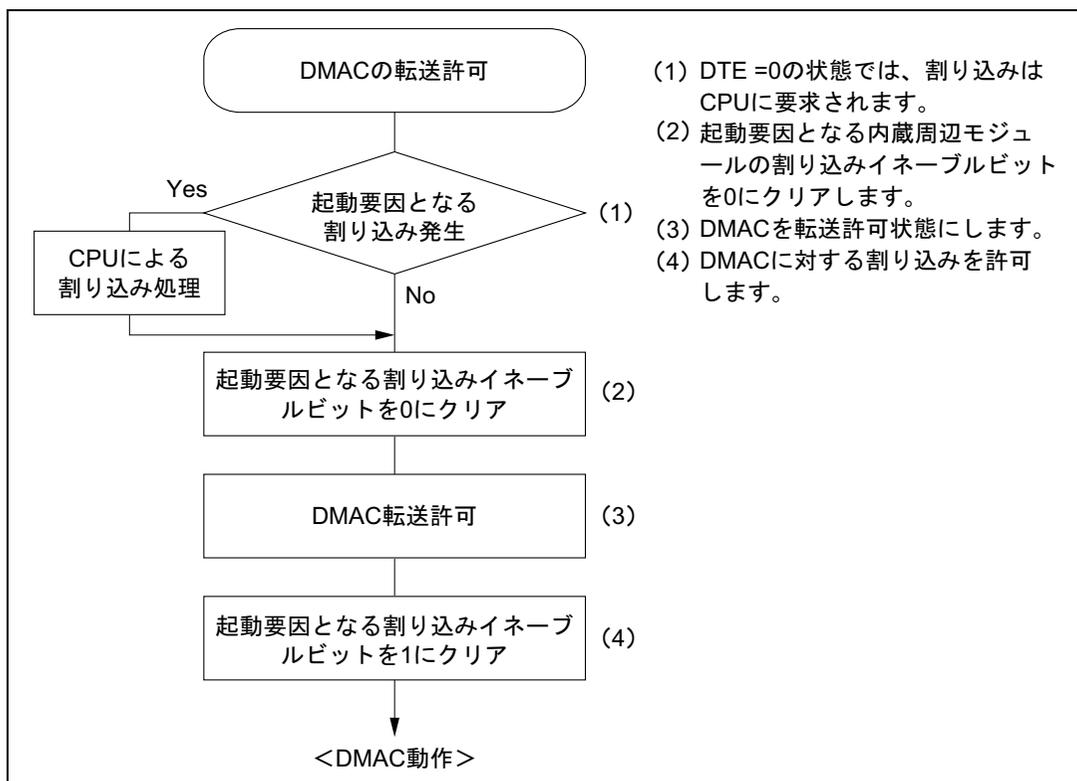

図 7.26 内蔵周辺モジュールが動作中に DMAC を転送許可状態にする場合の手順例
- (1) 内部割り込みでDMACを起動する場合、起動要因を選択してからDMACを転送許可状態にするまでの期間に選択した起動要因が発生しないようにしてください。すなわち、DMACを転送許可状態にした後、起動要因となる内蔵周辺モジュールを動作させてください。内蔵周辺モジュールの動作中にDMACを許可状態にする場合、**図7.26**の手順で行ってください。
なお、DTE=1なおかつDTME=0の状態では、DMACは停止状態であり、またCPUにも起動要因となる割り込みは要求されません。例えば、NMI割り込みにより、DMACを停止状態にした場合は、起動要因となる割り込みはCPUには要求はされません。このとき、DMAC動作を打ち切る場合には、DTEビットを0にクリアし、CPUに割り込みを要求させてください。DMAC動作を継続する場合には、DTMEビットを1にセットする前後で、**図7.26**の(2)、(4)の操作を行ってください。